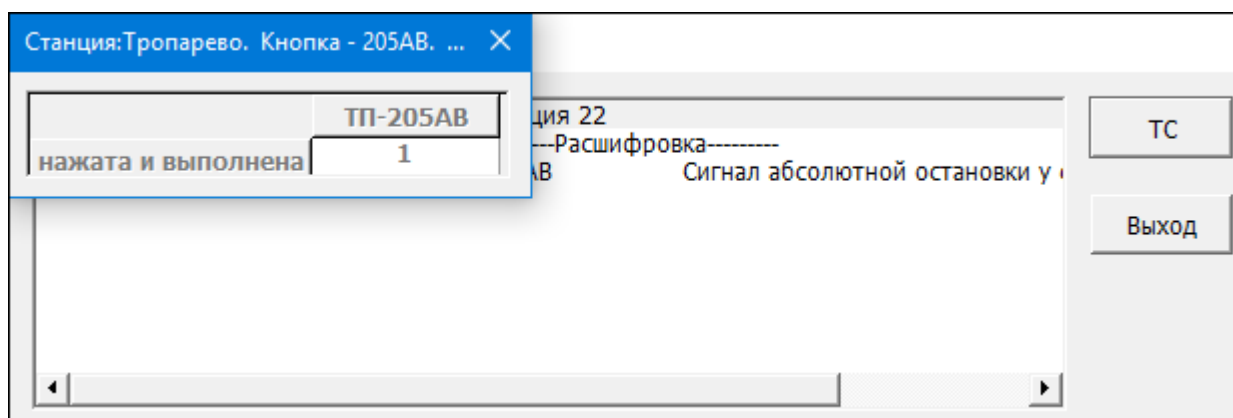

Рис. 3.33 Окно зависимости состояния объекта от ТС
2. Нажать клавишу клавиатуры <Ctrl> и ПКМ. На экран выводится окно с ТС-ми, приписанными к выбранному объекту (Рис. 3.33).